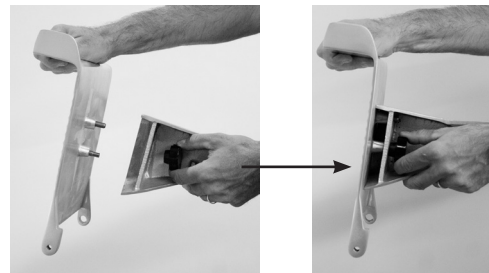

Figure 13-1
4. Remontez le plateau porte-produit. (Fig. 13-1).